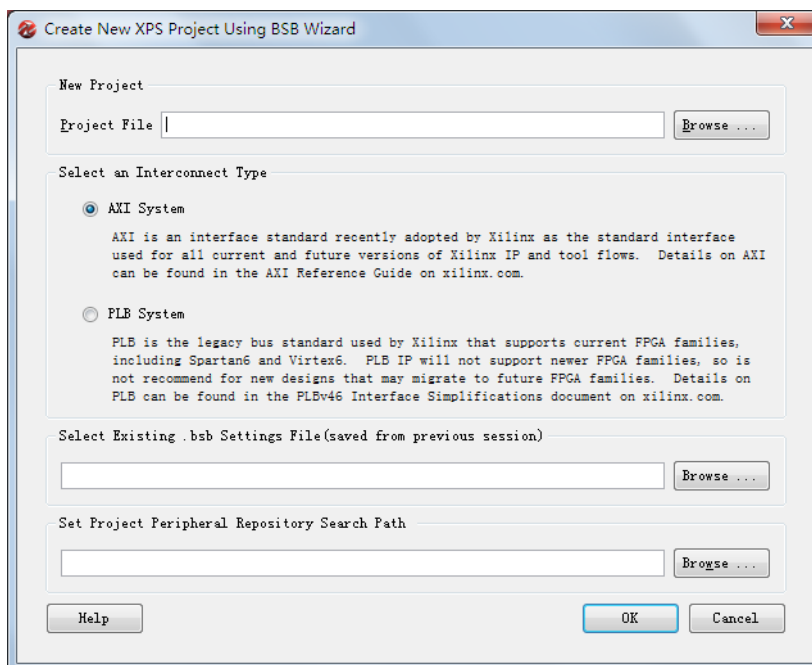

图 3：新工程建立向导
- 1-1-3. 如图 3，在新工程建立向导对话框的 **Project File** 栏选择工程建立后存放的路径，大家可以建立任意路径，只要路径名称不包含中文及空格即可。建立的工程的名称我们使用默认的 **system.xmp** 即可。点击 **OK**。